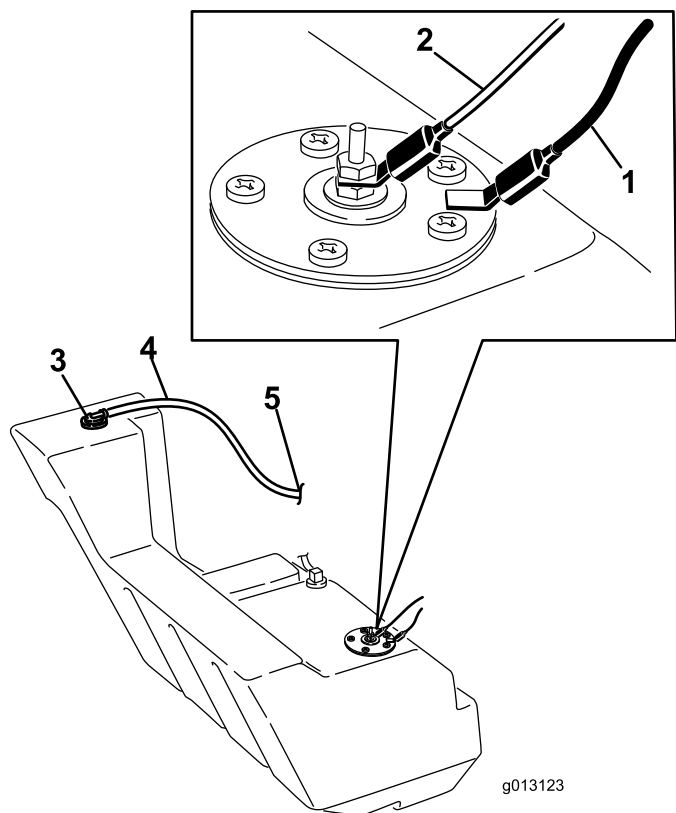

**Figura 57**
Con el tiempo, el chasis debajo del motor acumula suciedad y residuos que deben ser eliminados. Abra el capó e inspeccione frecuentemente la zona debajo del motor con una linterna. Cuando la acumulación de residuos llegue a 2,5–5 cm de grosor, complete el procedimiento siguiente (consulte Figura 57 para todo este procedimiento):
4. Retire los pernos, las arandelas y las arandelas de freno que fijan los dos contrapesos laterales, y retire los contrapesos (Figura 57).
7. Retire las seis tuercas y los pernos que fijan el panel trasero, y retire el panel (Figura 57).
9. Deslice el depósito de combustible hacia atrás (Figura 57).
16. Introduzca el depósito de combustible parcialmente en el chasis (Figura 57).
22. Vuelva a colocar el panel trasero y fíjelo con los seis pernos y las tuercas que retiró anteriormente (Figura 57).
24. Instale los contrapesos laterales con los pernos, las arandelas y las arandelas de freno que retiró anteriormente (Figura 57).